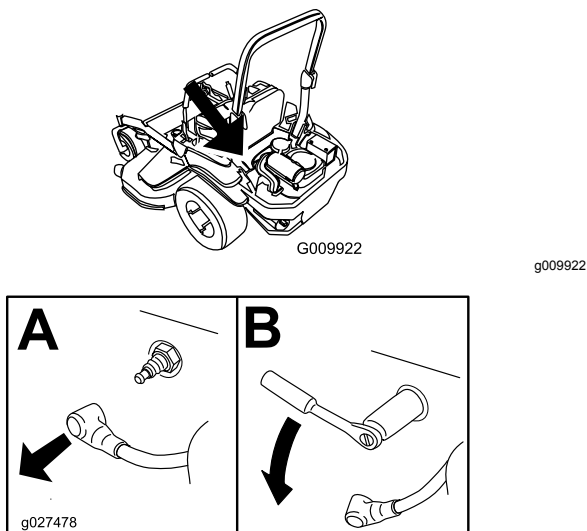

Figura 62
4. Retire a(s) vela(s) como se mostra na Figura 62.